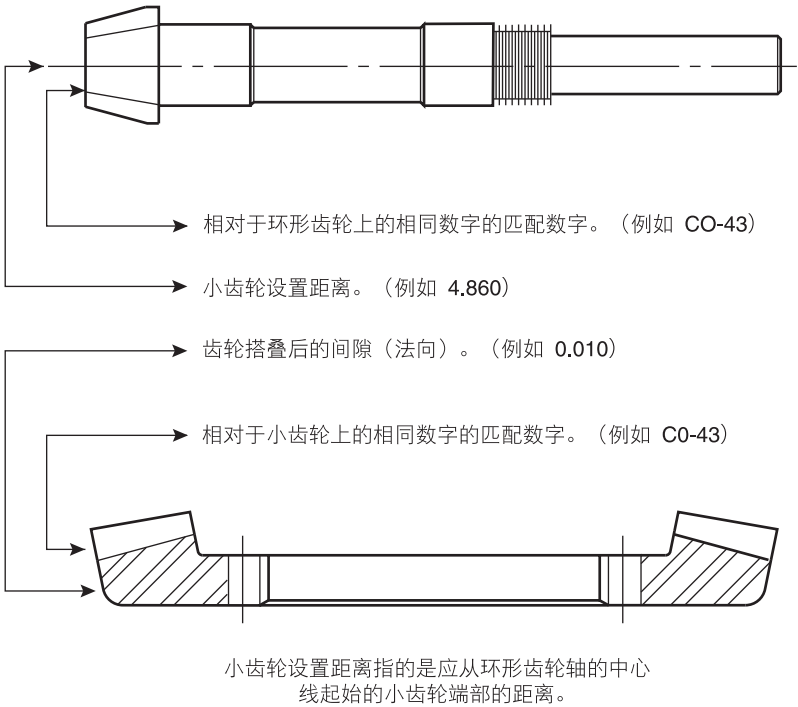

图 4 - 齿轮匹配数字和设置数据
注 — 垫片包 (320) 的厚度对齿轮的重新组合很重要。应保存垫片包或用千分尺仔细测量垫片包。如果要更换齿轮，请记录刻在小齿轮上的小齿轮设置距离。请参见图 4。
- 4. 从外壳顶部卸下轴承护圈和垫片包 (420)。
在小齿轮架中装配新小齿轮前，请检查小齿轮和螺旋锥环形齿轮的匹配数字，确保它们是匹配的齿轮组。齿轮出厂时就匹配成组包好了，不应分开。如图 4 所示，数字蚀刻在小齿轮和环形齿轮上。
10. 记录刻在小齿轮上的小齿轮设置距离。请参见图 4。